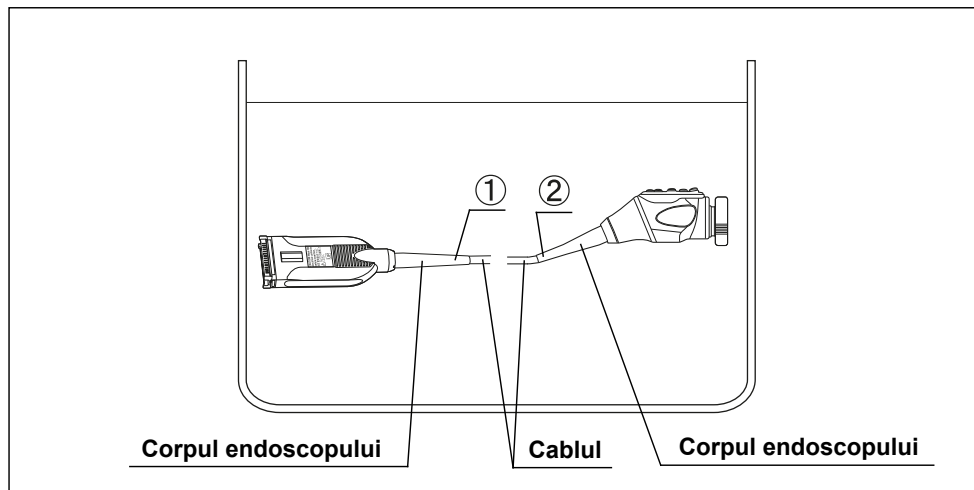

Figura 5.10
- 4 Periați toată calea în jurul celor 2 fețe de la capătul burdufului între cablu și burdufuri de 3 ori pe fiecare parte prin utilizarea periei de curățare (MAJ-1534) în timp ce este imersat în soluția de detergent. (Vezi figura 5.10)